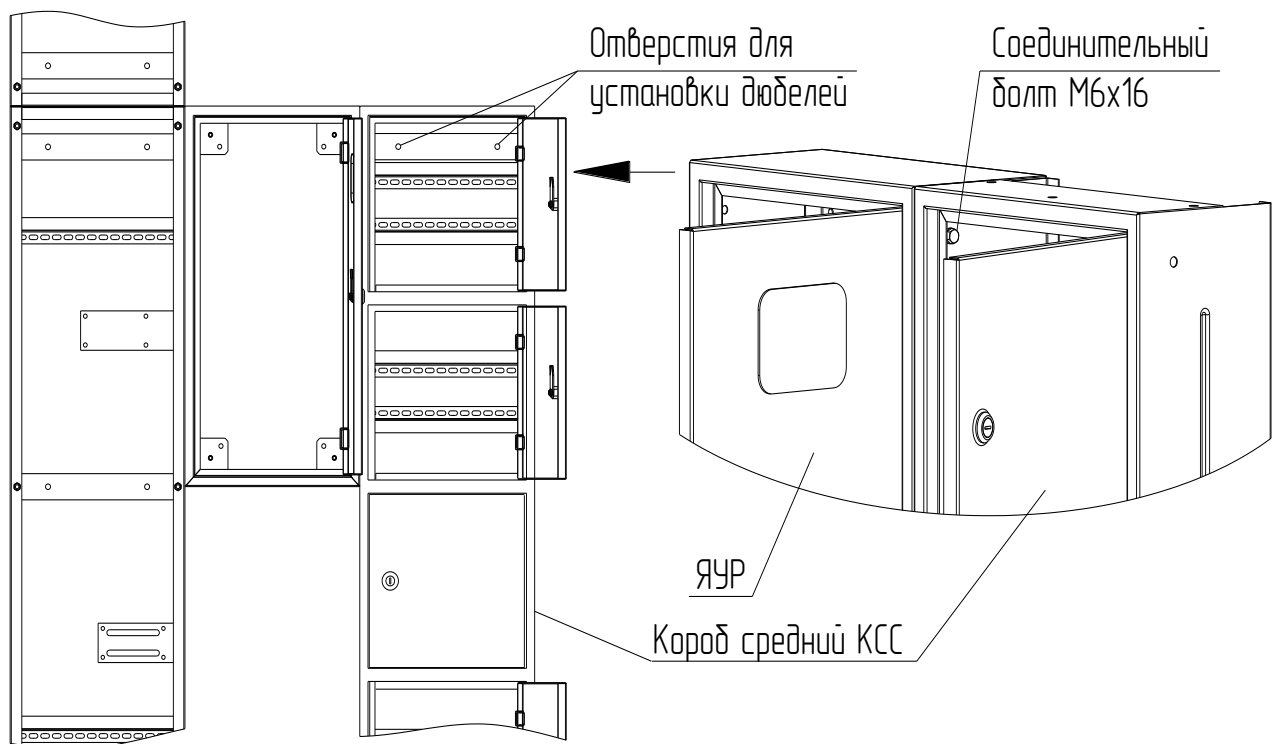

Рисунок 15
4.6 Установите два соединённых короба на пол к стене возле ЯУР (рисунок 15).